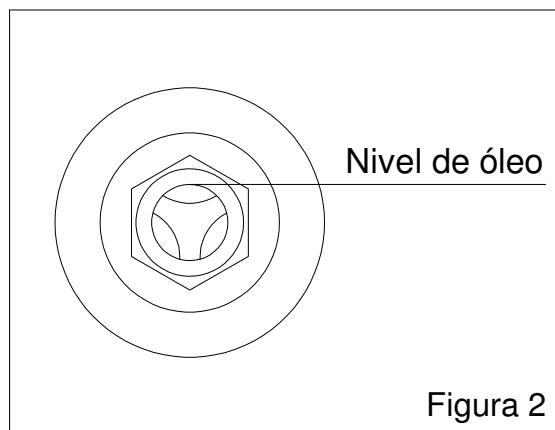

Figura 2
- 4 - Efetue a calibragem do eletrodo com lâminas específicas para vela. A distância entre os eletrodos deverá permanecer entre 0.60 mm e 0.70 mm conforme a figura 2 para um melhor desempenho. Caso esteja folgada, ajuste cuidadosamente o eletrodo lateral dobrando-o.
A inspeção do nível de óleo do cárter deverá ser feita diariamente, trabalhando com o nível abaixo do especificado poderá ocorrer o desgaste prematuro das peças. Para fazer a verificação, deixe o equipamento desligado durante 10 minutos, para que o óleo desça totalmente para o cárter a fim de obter uma visão correta. O nível deverá apresentar-se acima do visor conforme indica a figura 2, localizado na parte traseira do cárter da percussão (figura1).